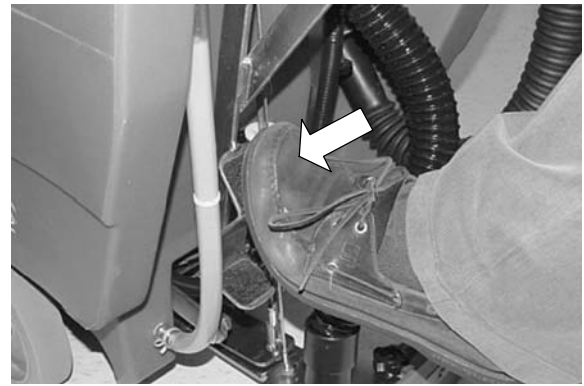

FIG. 12
3. Abaissez la tête de brossage en appuyant sur le haut de la pédale de levage de la brosse et en poussant la pédale vers l'avant (Figure 12).